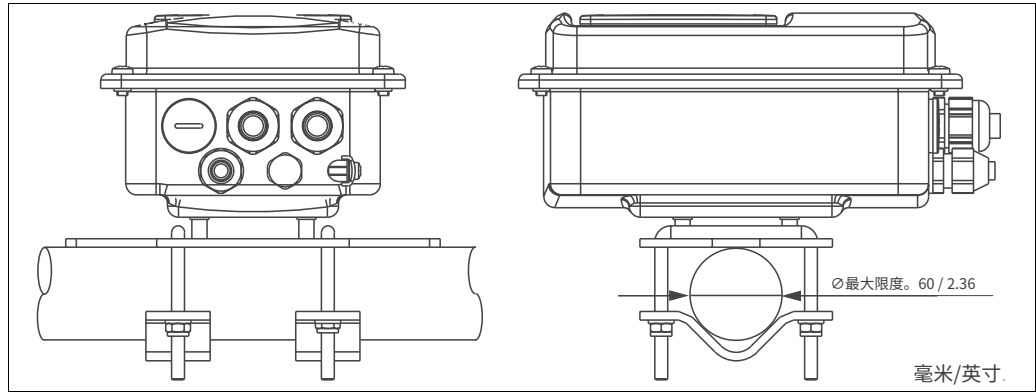

图 13: CLD132 独立版本的柱式安装
3. 使用支架将 Smartec S 安装在立柱或管道上（图 13）。